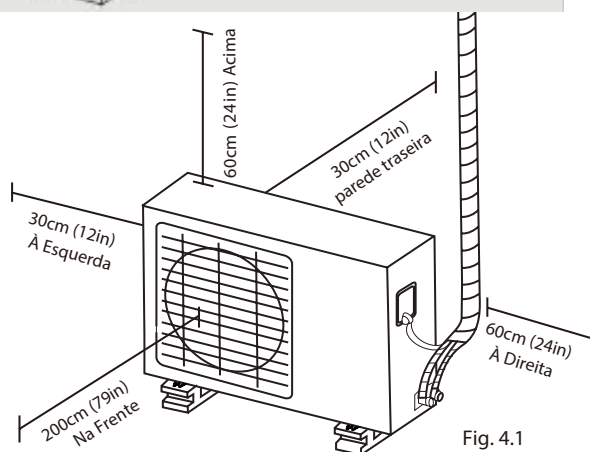

Fig. 4.1
- ✓ Cumpre todos os requisitos de espaço mostrados nos Requisitos de espaço de instalação (Fig. 4.1).